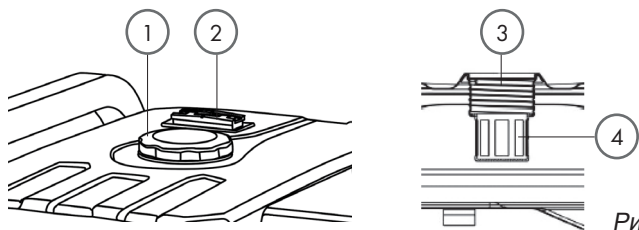

Рис. 12
- Проверить показания индикатора уровня топлива (2) (рис. 12).
- Если уровень топлива низкий, снять крышку топливного бака (1).
- Проверить сетчатый фильтр (4). Если сетчатый фильтр загрязнён, очистить его (см. пункт «Очистка крышки топливного бака и сетчатого фильтра» в разделе «Техническое обслуживание»).
- После заправки топливом установить крышку топливного бака (1).
- **Запрещается заправлять топливный бак выше линии заполнения (3)(см. рис. 12).**